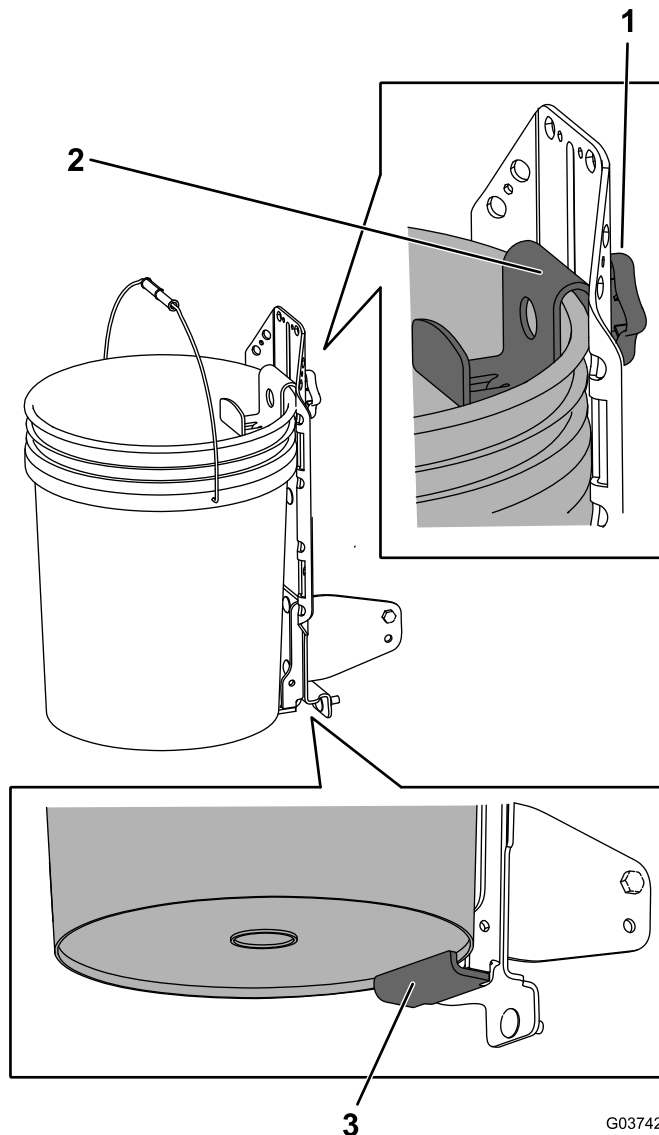

Figure 18
1. Desserrez le bouton et élevez le support supérieur. Resserrez le bouton pour le bloquer en place (Figure 18).
2. Si vous avez déposé le support articulé, placez le rebord inférieur du seau sur le rebord inférieur du support soudé (Figure 18).
3. Desserrez le bouton et abaissez le support supérieur aussi loin que possible à cheval sur le bord du seau. Resserrez le bouton (Figure 18).